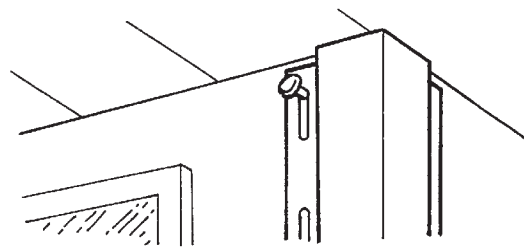

Figura 49.
- Coloque los primeros clavos en las ranuras de clavado más altas para sostenerlos en su lugar (Figura 49). Coloque todos los demás clavos en el centro de las ranuras. Los clavos deben estar a 8” a 12” de espaciamiento.